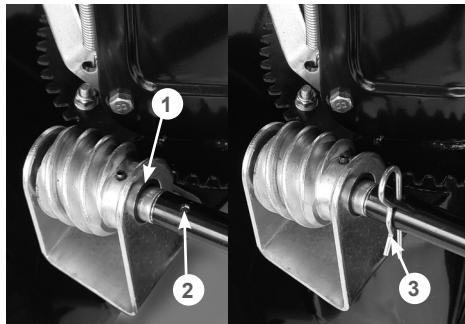

Рис. 25 Крепление рычага управления
- установите рычаг на червячный вал механизма поворота жёлоба, совместите отверстия в вале и рычаге и зафиксируйте рычаг шплинтом (Рис. 25).